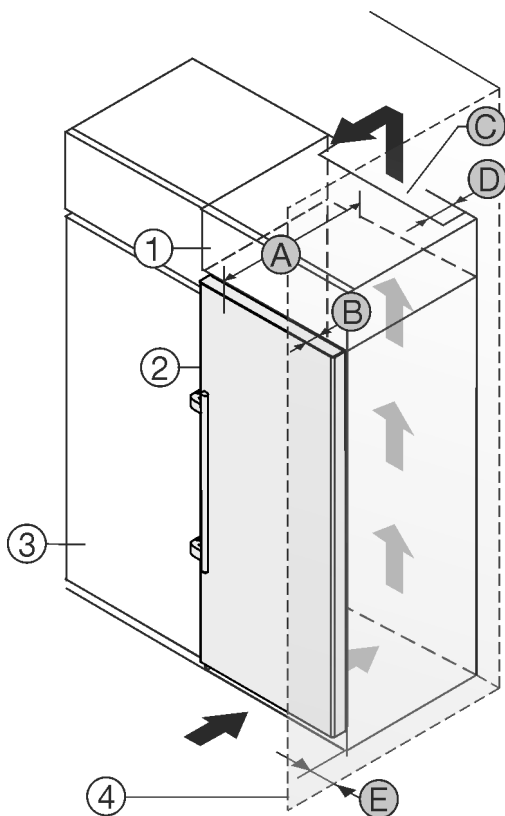

Fig. 2
Můžete přístroj nainstalovat přímo vedle kuchyňské skříňky Fig. 2 (3)*.
Na zadní straně nástavné skříňky musí být větrací šachta hluboká Fig. 2 (D) přes celou šířku nástavné skříňky.*
Pod stropem místnosti musí být dodržen ventilační průřez Fig. 2 (C)*.
Když přístroj instalujete závěsy vedle stěny Fig. 2 (4), musí být vzdálenost mezi přístrojem a stěnou minimálně 57 mm . To odpovídá přesahu madla při otevřených dveřích.*
Aby bylo možné dvířka plně otevřít, musí přístroj přesahovat o hloubku dveří Fig. 2 (B) vůči přední linii kuchyňské skříňky. V závislosti na hloubce kuchyňských skříňek Fig. 2 (3) a použití vymezovačů odstup od stěny může přístroj vyčnívat dále.*